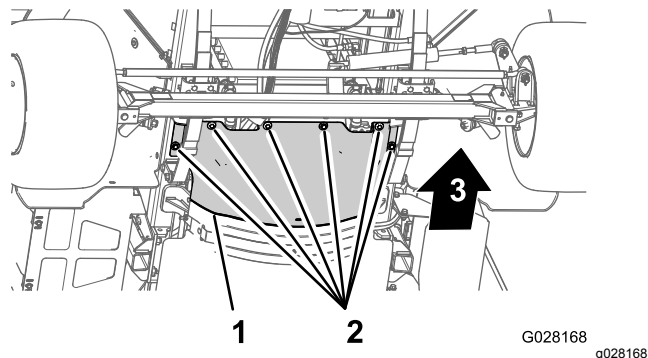

Figura 58
3. Rimuovete i 6 bulloni a testa esagonale e le 6 rondelle che fissano lo schermo termico anteriore avanti allo chassis e rimuovete lo schermo (Figura 58).